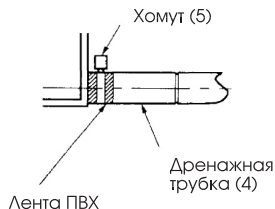

Рис. 2
- Место вокруг блока должно вентилироваться (см. рис. 2)
(Рис. 2)
доться меньше чем в 4 мм от шланга (см. рис. 2,3).